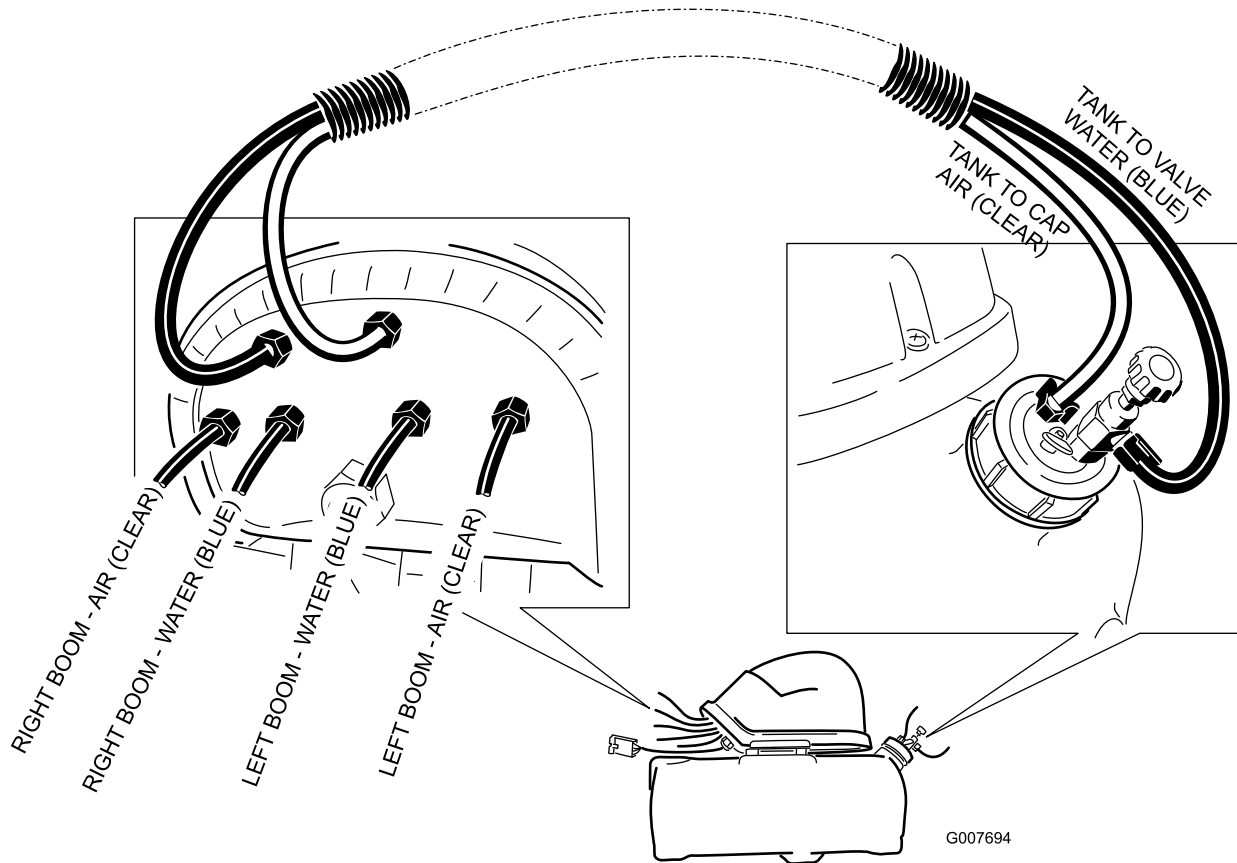

Bild 16
7. Stellen Sie sicher, die Schläuche so verlegt sind, wie in Bild 16 abgebildet.